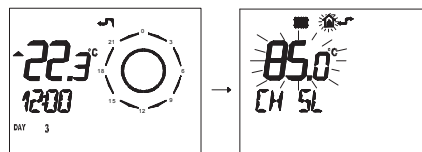

Figura 5.62
- Premere per più di 3 secondi il pulsante **IP** per entrare in modalità **INFO** (Figura 5.62).